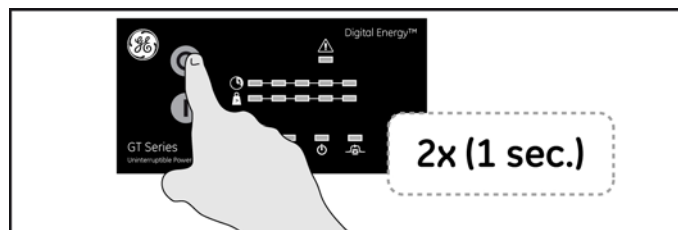

рис. 4.3.2.a
2. Нажмите кнопку "O" (рис. 4.3.2.a) на 1 секунду для перевода ИБП в режим байпаса.
3. Ещё раз нажмите кнопку "O" на 1 для выключения ИБП (рис. 4.3.2.a).